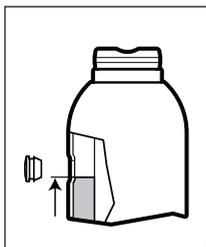
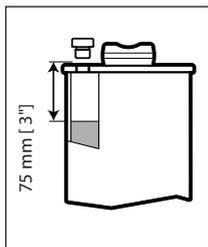

Fig. 5 - Oljestand, alle modeller bortsett fra GBJ100
Fig. 6 - Oljestand, kun modell GBJ100
- Alle modeller bortsett fra GBJ100: Fyll på til oljestanden er omtrent jevnt med den nedre kanten på påfyllingshullet. Se Fig. 5.
- Kun modell GBJ100: Fyll på til oljestanden er ca. 75 mm [3"] under påfyllingshullet. Se Fig. 6.
**⚠ WARNING** IKKE FYLL PÅ FOR MYE! Med pressen helt inntrukket og jekken i oppreist stilling skal oljestanden ikke være høyere enn vist i Fig. 5 eller Fig. 6 (etter hvilken jekkmodell du har).